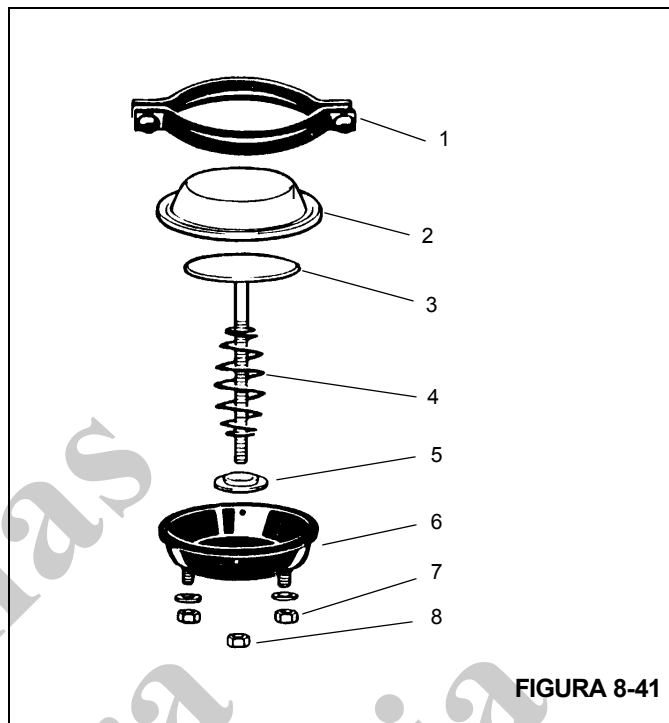

FIGURA 8-41
- Remova a braçadeira que prende a câmara do freio de serviço na câmara do freio de mola (consulte a Figura 8-41).
- Posicione o diafragma sobre a haste de pressionamento (consulte a Figura 8-41).